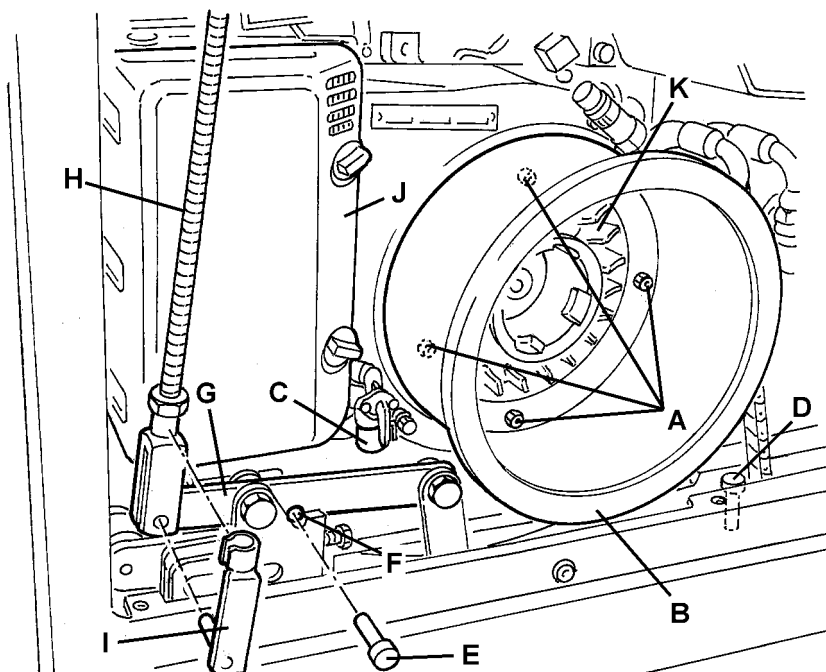

Figure 28
2. Activer le frein de stationnement à l'aide de la pédale (84) et du levier (76).
3. Tourner la clé de contact (69) sur "0".
4. Enlever les vis (48), puis enlever le panneau de protection latéral gauche (47) en dégageant les dispositifs de retenue (49).
5. Enlever les vis (A, Fig. 28), puis enlever le convoyeur d'air (B).
6. Nettoyer le filtre carburant (C, Fig. 28), en procédant comme indiqué dans le manuel du moteur à essence.
5. Sortir le pivot en dotation (E, Fig. 28) de son logement (D) puis l'insérer dans l'orifice (F) du levier (G) jusqu'à butée.
6. Baisser le balai central à l'aide du levier (82) pour dégager la tige (H, Fig. 28).
7. Dégager et enlever le pivot (I, Fig. 28), puis dégager le tirant (H) du levier (G).
8. Nettoyer le préfiltre à air moteur et / ou effectuer les opérations d'entretien de la cartouche (J, Fig. 28) du filtre à air, en procédant comme décrit dans le manuel du moteur à essence.
5. Ouvrir le coffre (23) et le bloquer à l'aide de la tige de support (55).
6. Enlever les vis (45), puis enlever la protection (44) du moteur en dégageant les dispositifs de retenue (46).
7. Enlever les vis (A, Fig. 28), puis enlever le convoyeur d'air (B).
8. Nettoyer le circuit de refroidissement (K, Fig. 28) du moteur, en procédant comme indiqué dans le manuel du moteur à essence.